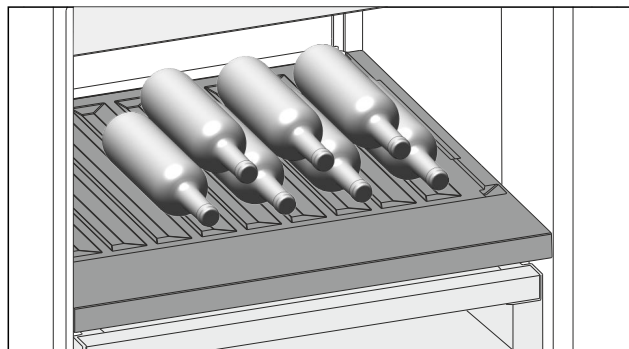

Fig. 215 Przykładowa prezentacja
- ▶ Wkładać butelki dnem ustawionym do tyłu, w kierunku ścianki tylnej. (patrz Fig. 215)